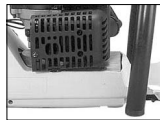

Fig. 8
1. Para cambiar la pantalla detenedora de chispas (A)(Fig. 8), usa un aplicate de punta para pellizcar un margen de la pantalla detenedora de chispas. Tira la entera pantalla detenedora de chispas para afuera.